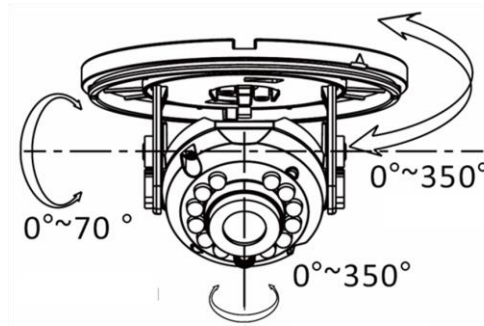

Рис. 2.3. Настройка поля зрения видеокамеры
5. Подключите видеокамеру и настройте ее поле зрения, как показано на Рис. 2.3. Затяните регулировочные винты.